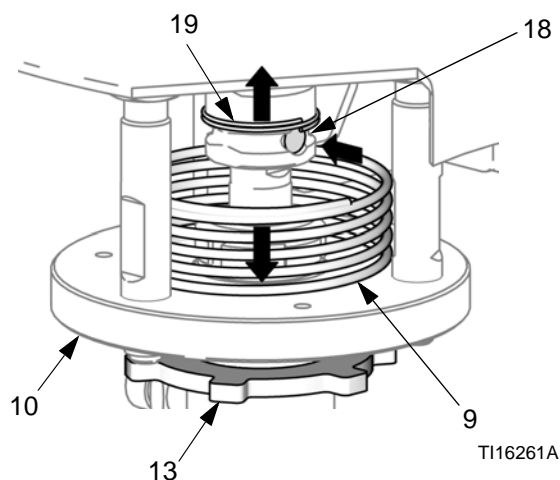

FIG. 6. Säkerhetsfjäder och fästbult
4. Se FIG. 6. Tryck ner säkerhetsfjädern (9) och håll in för att komma åt kopplingsbulten (18). Skjut upp spärrfjädern (19) och tryck ut bulten med skruvmejsel eller stans.
5. Lossa låsmuttern (13).